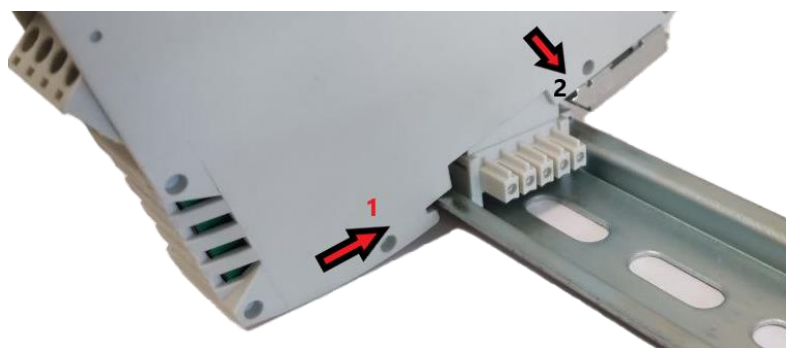

Рисунок 12.4
- **Рисунок 12.4 Рисунок 12.5** - Установка прибора на DIN-рейку в соответствии с рисунком по стрелке (1) и с усилием прижать его к DIN-рейке в направлении стрелки (2) до фиксации защелки.